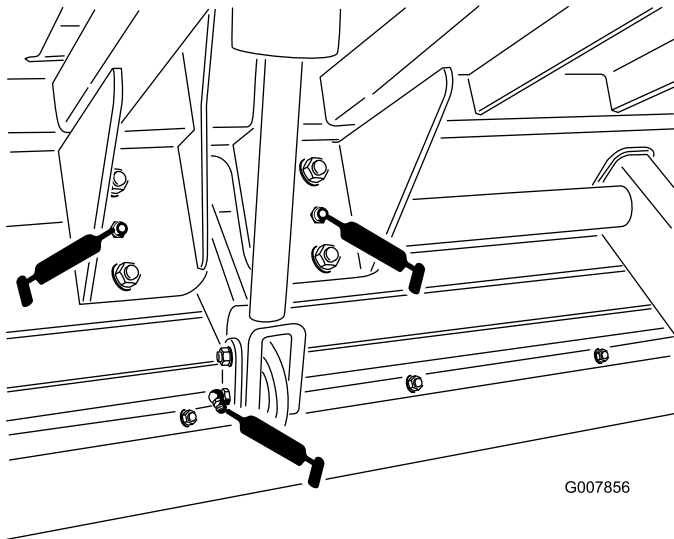
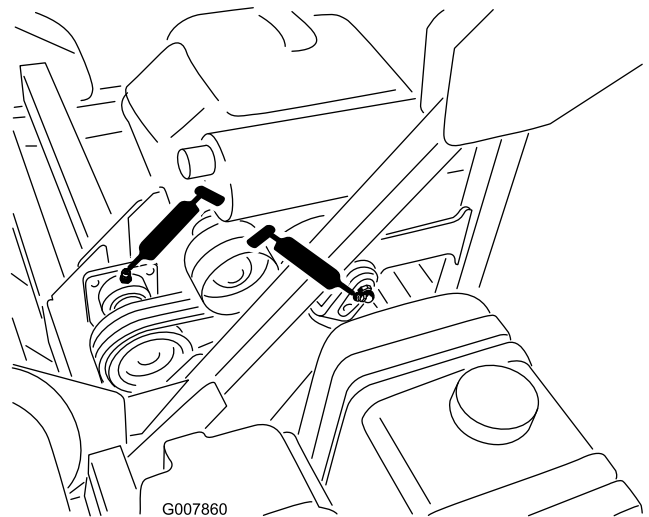

Figura 39
Figura 42
- Cilindro di sollevamento, Qtà. 2 (Figura 39 & Figura 42)
- Assale di sollevamento, Qtà. 2 (Figura 39)
- Asse motore intermedio, Qtà. 2 (Figura 42)